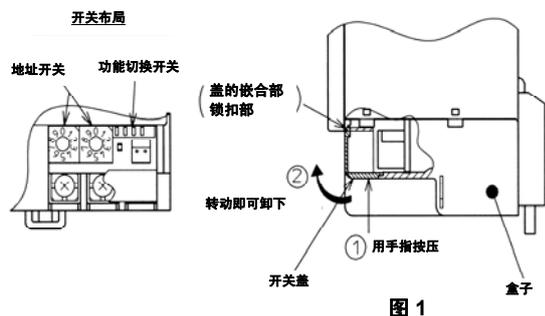

图 1
请将开关盖按照图1的操作从盒子上拆下，再进行地址开关，功能转换的设定。
将锁扣部插入盖的嵌合部，按压开关盖的下部（参照图1）将盖嵌入盒子。
*将开关盖与地址开关、功能转换开关设定时一样卸下。（参照图1）
② 卸下电池盒盖。